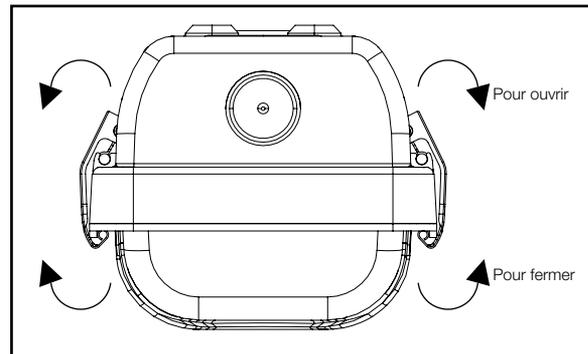

Figure 6.
6. Pour ouvrir le luminaire, dégager les loquets en tirant sur la partie supérieure du loquet et en s'éloignant du boîtier. Pousser le loquet vers le boîtier pour fermer le luminaire (Figure 6).